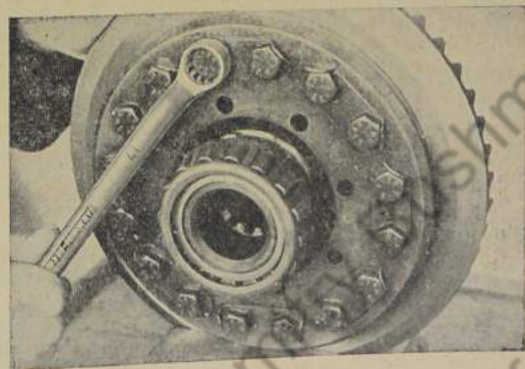

Bild 605: Tellerrad vom Ausgleichgetriebe abschrauben
7. Sechskantschrauben (604/1) für Tellerrad am Ausgleichgetriebe entsichern (Sicherungs-bleche) (604/2) und heraus-schrauben (16 Schrauben, 8 Sicherungsbleche) (Bild 605).